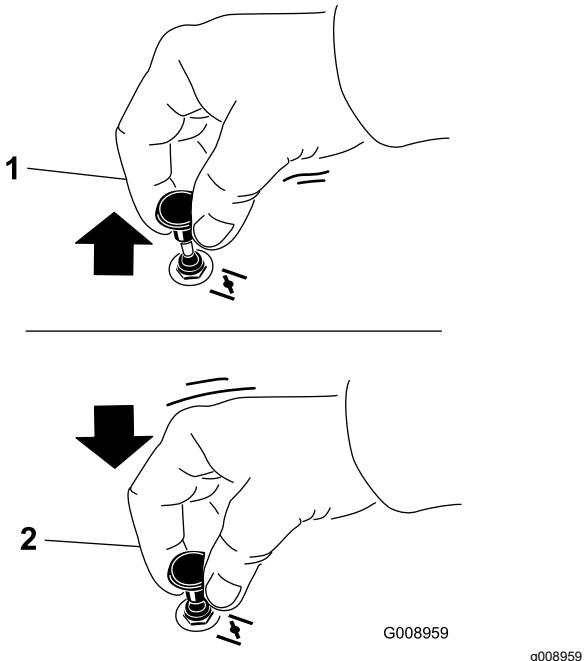

Figure 24
1. Tirez sur la commande de démarrage à froid pour engager le volet de départ avant d'utiliser le commutateur d'allumage (Figure 24).
2. Poussez sur le bouton pour désengager le volet de départ une fois que le moteur a démarré (Figure 24).